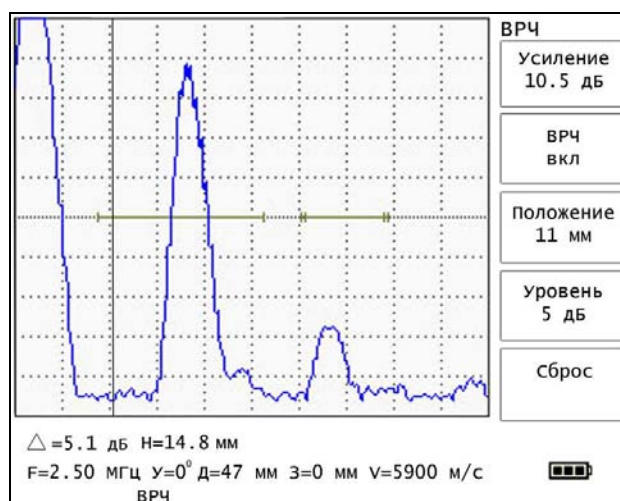

Рис. 5.17.
5.5.11. Меню «**ВРЧ**» содержит следующие параметры (рис. 5.17).